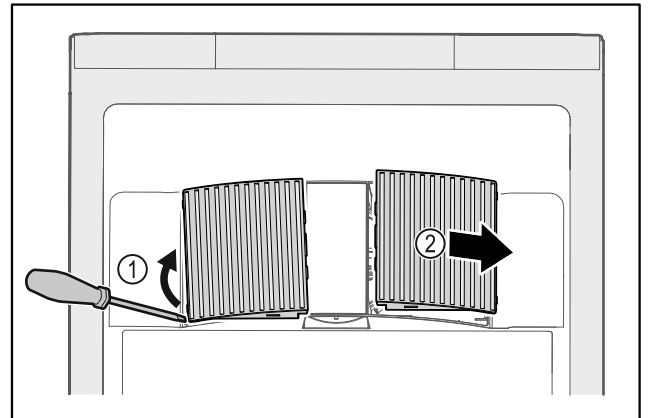

Fig. 34
- ▶ Óvatosan feszegesse le a ventilátor burkolatait oldalról Fig. 34 (1), és emelje le őket előre Fig. 34 (2).